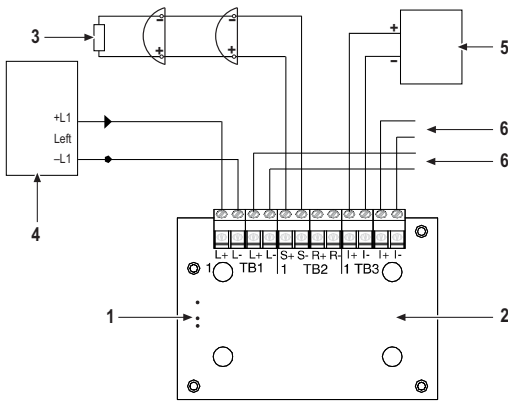

Fig. 4 Diagrama de conexiones simplificado mostrando sirenas conectadas en un circuito derivado.
- 7) Para las configuraciones de cableado típicas del FC410SNM (véanse las Fig. 4, 5 y 6).